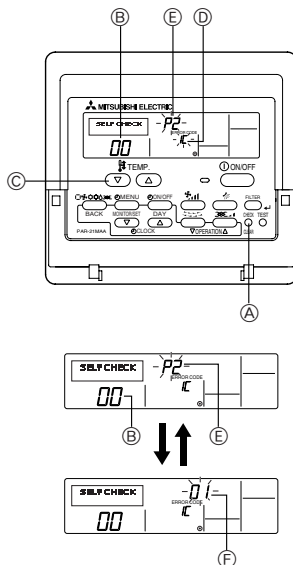

Fig. 7-2
7.3. Självttest (Fig. 7-2)
- ① Slå på strömmen.
- ② Tryck på knappen [CHECK] (Test) två gånger.
- ③ Ställ in kylmedelsadressen med knappen [TEMP] om systemstyrning används.
- ④ Tryck på knappen [ON/OFF] (På/Av) för att stoppa självttesten.